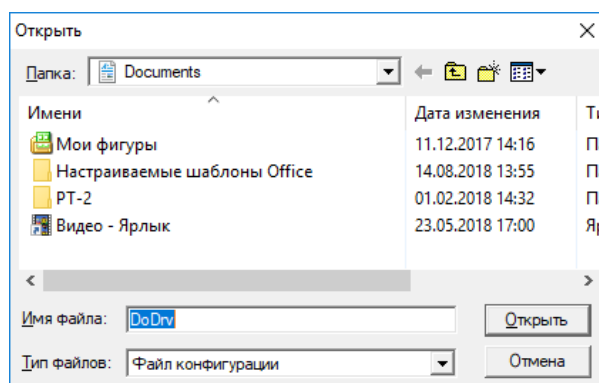

Рисунок 27 – Выбор файла команды «Передать файл конфигурации»
- Рисунок 27 – Выбор файла команды «Передать файл конфигурации»